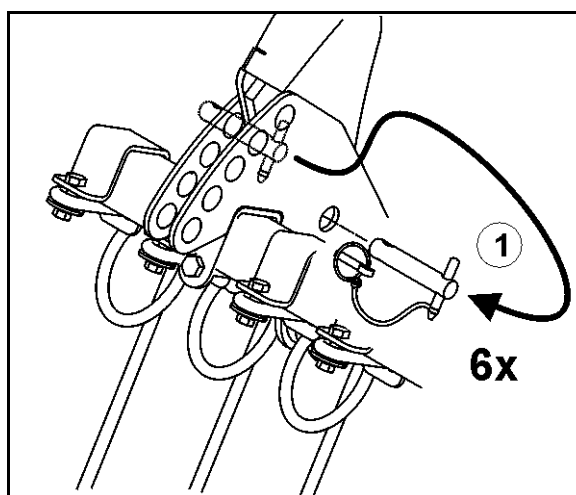

Рис. 32
3. Зафиксируйте задненавесные выравниватели с помощью пальца (Рис. 32/1) в транспортировочном положении и застопорьте пружинным фиксатором.